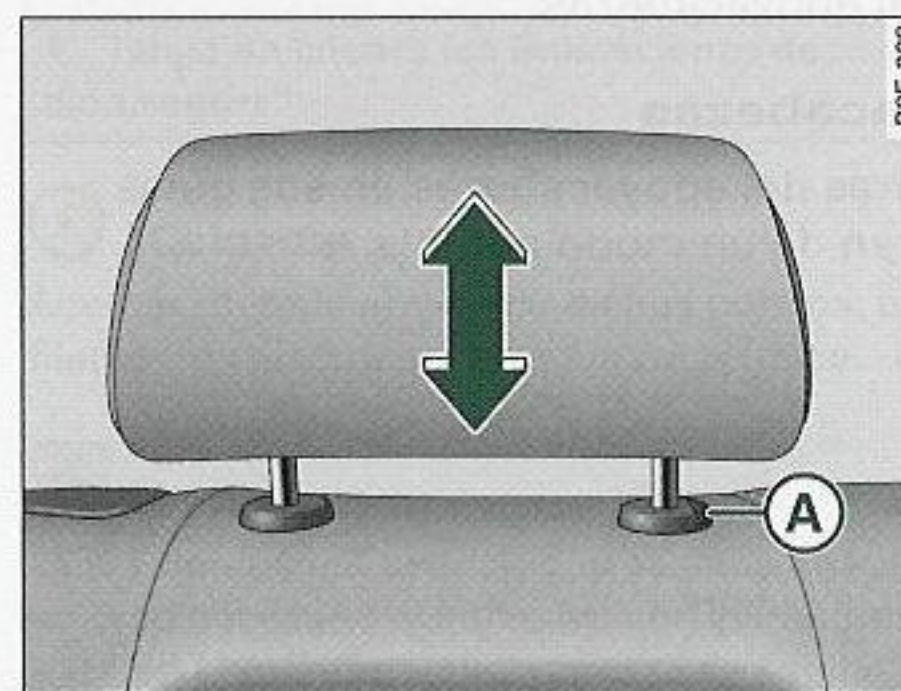

Fig. 91 Plaza central del asiento trasero: Apoyacabezas
- Ajuste el apoyacabezas de modo que el borde superior del mismo se halle *como mínimo* a la altura de los ojos o incluso más alto ⇒ *página 109*, fig. 91.
- Apriete la tecla (A) ⇒ *página 109*, fig. 91 y, al mismo tiempo, extraiga el apoyacabezas.